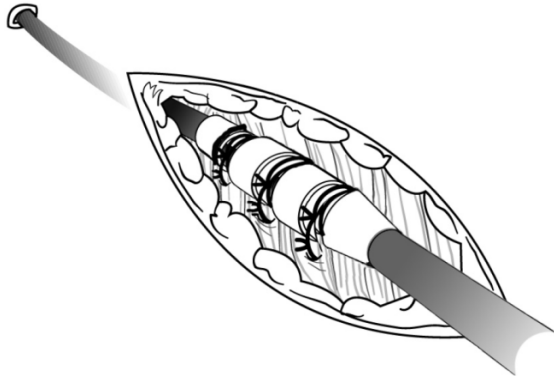

図11. スーチャスリーブの例、経皮的植込み法
1. イントロデューサのシースを裂いてスーチャスリーブを皮下の奥の方へ移動させる("図 11 スーチャスリーブの例、経皮的植込み法")。